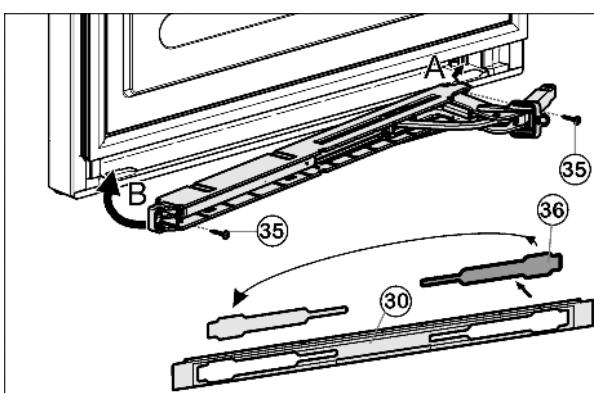

Fig. 18
- Освободите крышку Fig. 18 (36) из накладки Fig. 18 (30) и снова установите её на другой стороне.
- Зацепите (A) и поверните (B) узел амортизатора закрывания дверцы шарниром на стороне шарнира.
- Прикрутите (2 шт. Torx® 15) Fig. 18 (35) узел амортизатора закрывания дверцы.